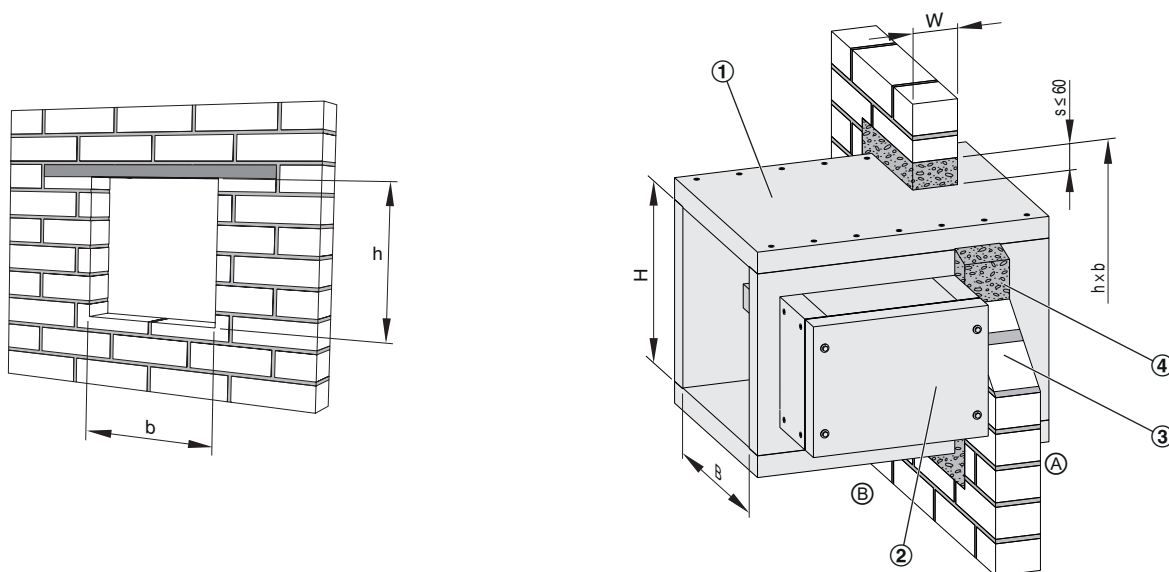

Fig. 6: Montage en mur plein
1. ► Créer une ouverture de montage conformément à Voir la Fig. 6.